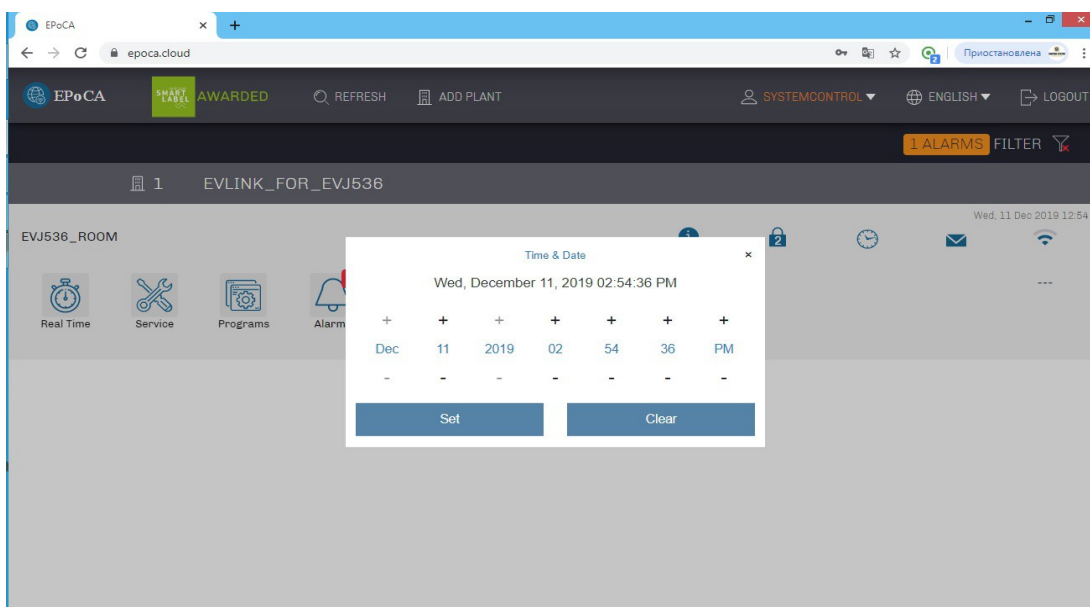

Рисунок 28–Окно задания настроек времени
3. Окно настройки настроек времени (рис.28).